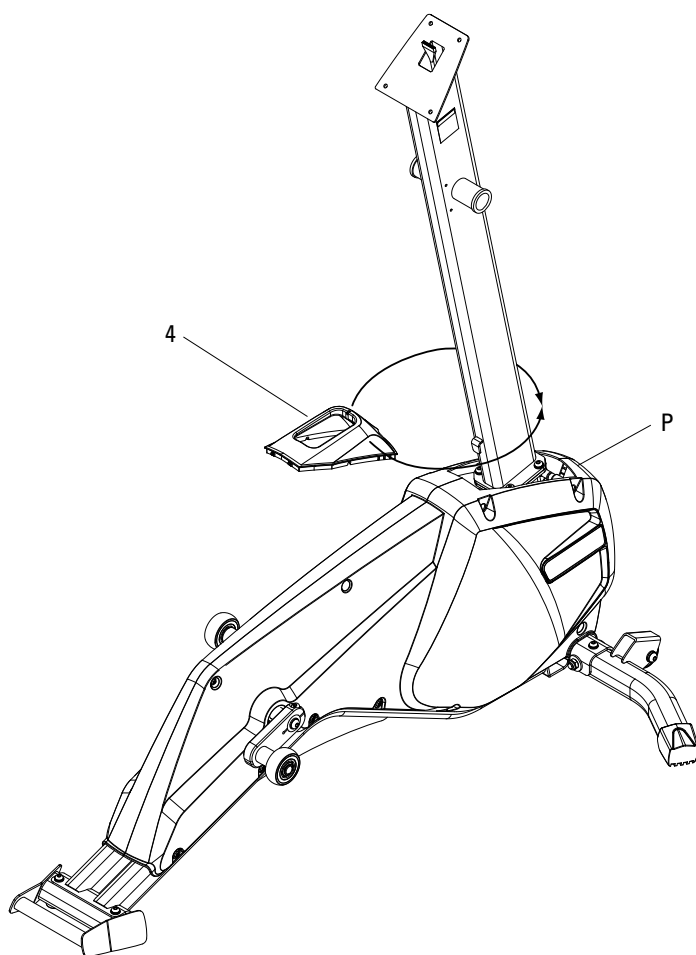
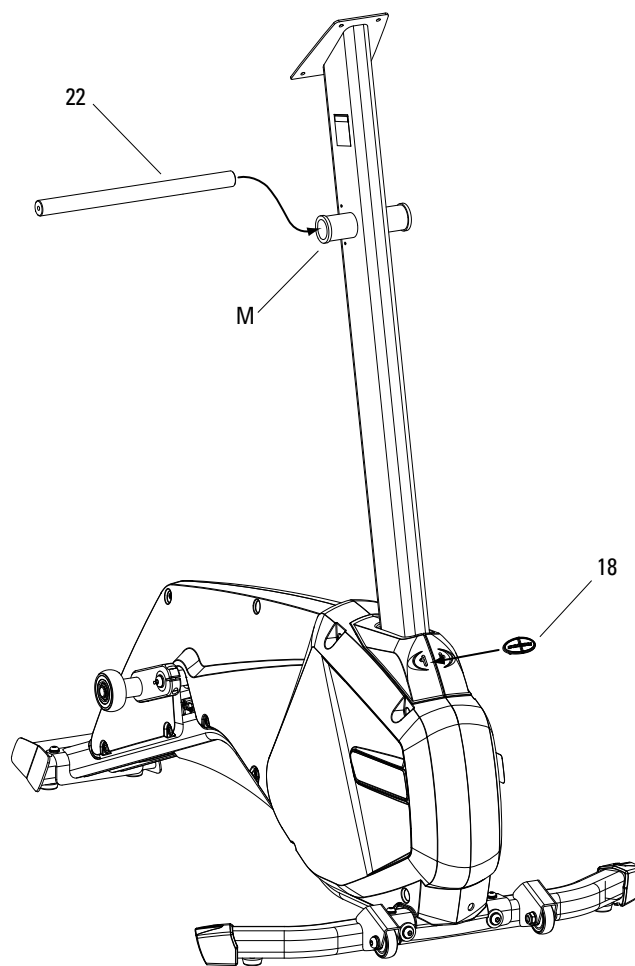

Figura 4a
Figura 4b
- 4-2** Deslice la cubierta del mástil alrededor del mástil de la consola desde atrás hacia adelante (Figura 4a).
- 4-3** Asíéntelo en la cubierta de plástico (P).
- 4-4** Introduzca el clip del mástil en los orificios de la parte delantera de la cubierta del mástil (Figura 4b).
- 4-5** Empuje la barra del pivote del brazo a través del montaje del pivote (M) en el mástil de la consola (Figura 4b).